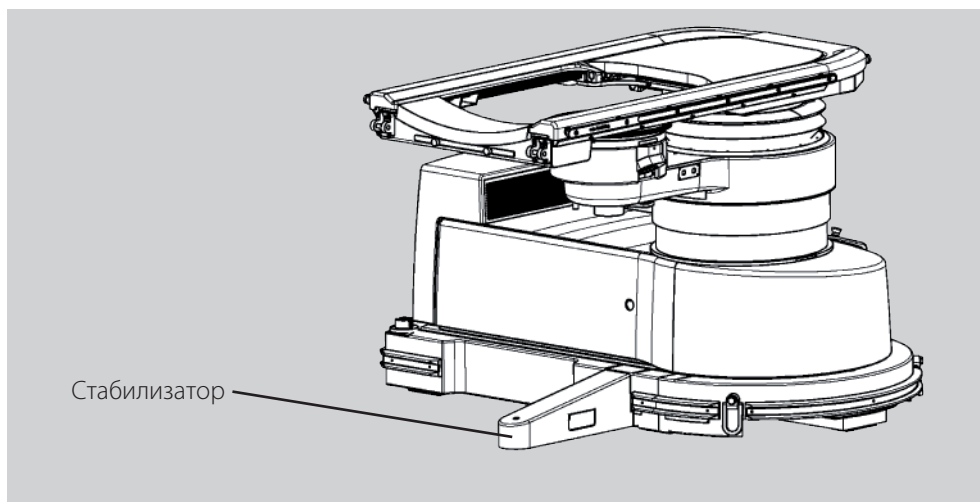

Рис. 13-18 Стол пациента и стабилизатор в позиции лечения (полустационарная модель МОДУЛИТ SLX-F2)
- Поместить стабилизатор в транспортировочную раму (Рис. 13-18).
Полустационарная модель МОДУЛИТ SLX-F2 оснащена стабилизатором, который предотвращает опрокидывание устройства, когда пациент поднимается на стол (Рис. 13-18). Данный стабилизатор необходимо поместить вручную в транспортировочную раму.